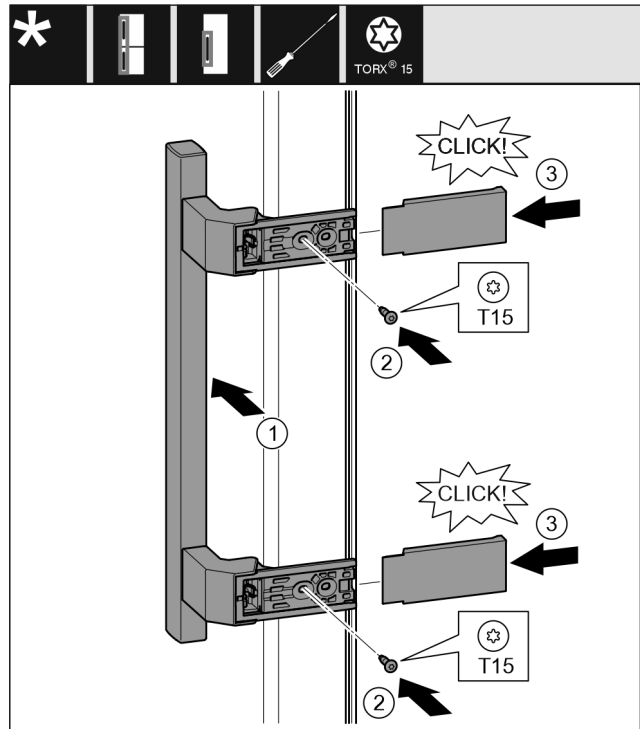

Fig. 21
- ▶ Vendosni dorezën në anën e kundërt. Fig. 21 (1)
- ▶ Mbërtheni fort vidat me një kaçavidë T15. Fig. 21 (2)
- ▶ Vendosni kapakët mbulues anash dhe shtyjini. Fig. 21 (3)